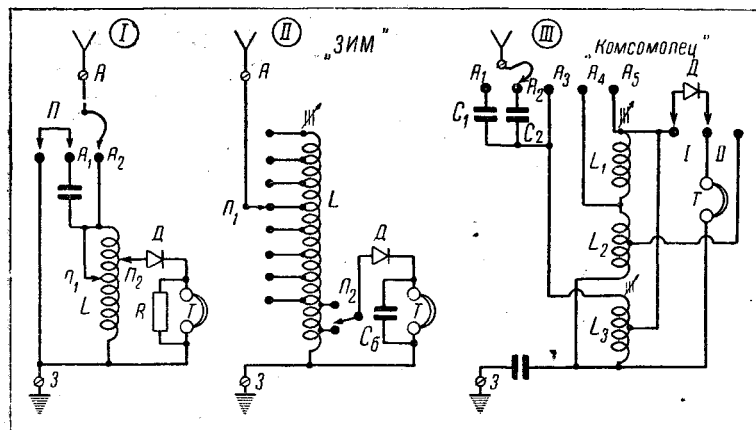

Рис. 5
На рис. 5 изображены принципиальные схемы наиболее распространенных фабричных детекторных приемников «Волна» (I), «Зим» (II) и «Комсомолец» (III). В первом приемнике настройка контура производится переключением витков катушек при помощи ползунков P_1 и P_2 . Конструктивно катушка выполнена так, что достигается очень плавное изменение настройки контура и величины детекторной связи. Переход с диапазона более коротких волн на диапазон длинных волн осуществляется переключением антенны из гнезда A_1 в гнездо A_2 и замыканием перемычки P двух левых гнезд. К приемнику «Волна» обычно прилагаются пьезотелефоны, поэтому их гнезда зашунтированы не емкостью, а сопротивлением R .